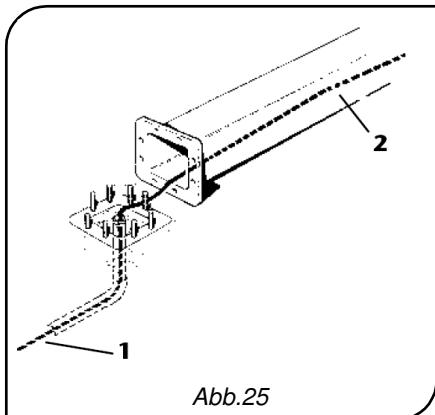

Abb.25
- a. Falls das Kabel 1 aus dem in der Bodenplatte eingelassenen Rohr austritt, das Kabel direkt in die Säule und bis zur Öffnung 2 auf der Säulenspitze führen (Abb. 25)